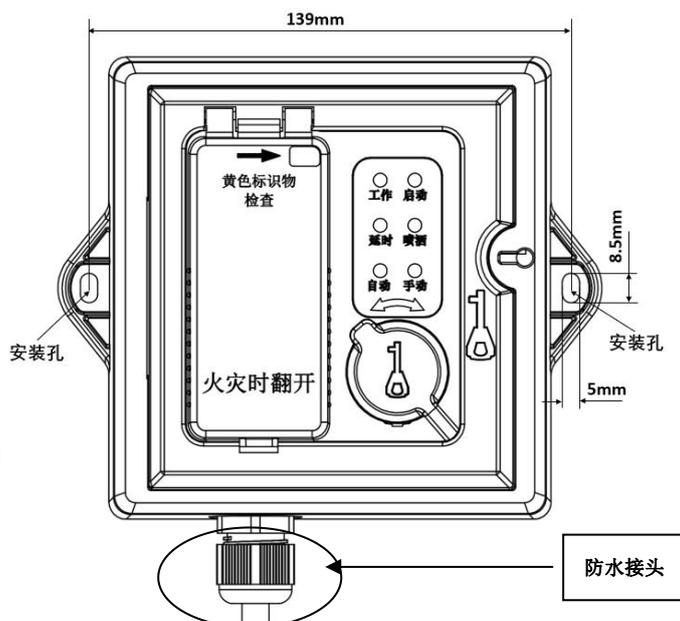

图 3-26 安装示意图
1. 转换装置采用壁挂式安装，通过 2 个 $\varnothing 8$ 的塑料胀钉将装置整体安装固定在墙体上。安装孔位置和安装孔距图 3-26 所示。